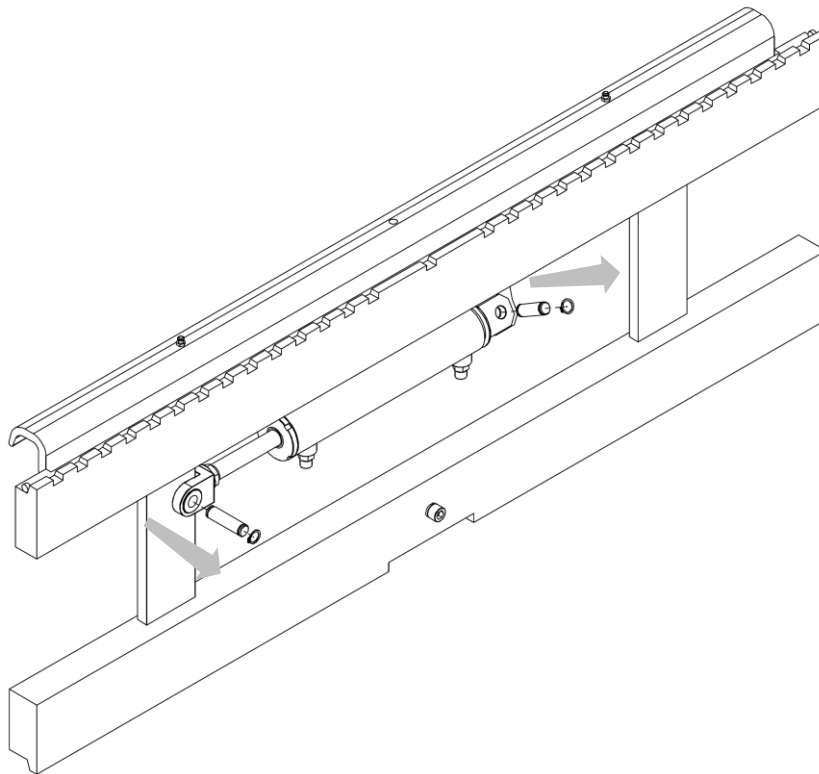

Figura 23
2. Rimuovere i perni (con i relativi anelli elastici) e togliere il cilindro dalla sede (vedi *Figura 23*).